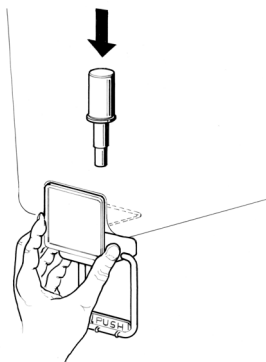

figura 6
**3 Grifo en acero inox por gravedad:** montar la palanca mando grifo y enfilear el pistón unido a la su junta (ver figura 6).